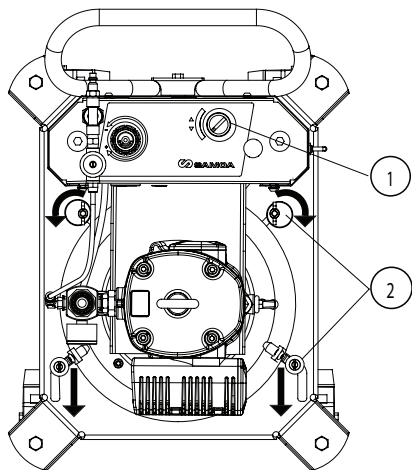

Fig. 6
- Seleccione la posición "up" en el mando del elevador (pos. 1) (Fig. 6), para conseguir que tanto la bomba como el plato lleguen a la parte superior.
- Abra las grapas de sujeción del bidón (2) (Fig. 6).
- Seleccione la posición "off" en el mando del elevador (1) (Fig. 6). Plato y bomba bajarán por su propio peso.
- Cierre las grapas de sujeción del bidón (2) (Fig. 6).